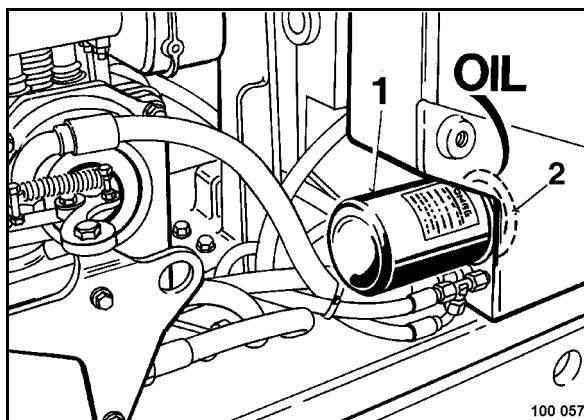

Fig. 73
- Soltar y desenroscar el cartucho filtrante del aceite hidráulico (1) (Fig. 73) con una llave de cinta apropiada.
- Untar la junta de goma (2) del nuevo cartucho filtrante ligeramente con aceite limpio.